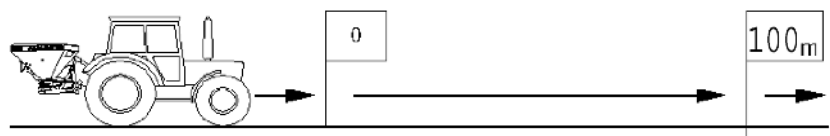

Fig. 3
2. Marcar el punto de partida y de llegada (Fig. 3).